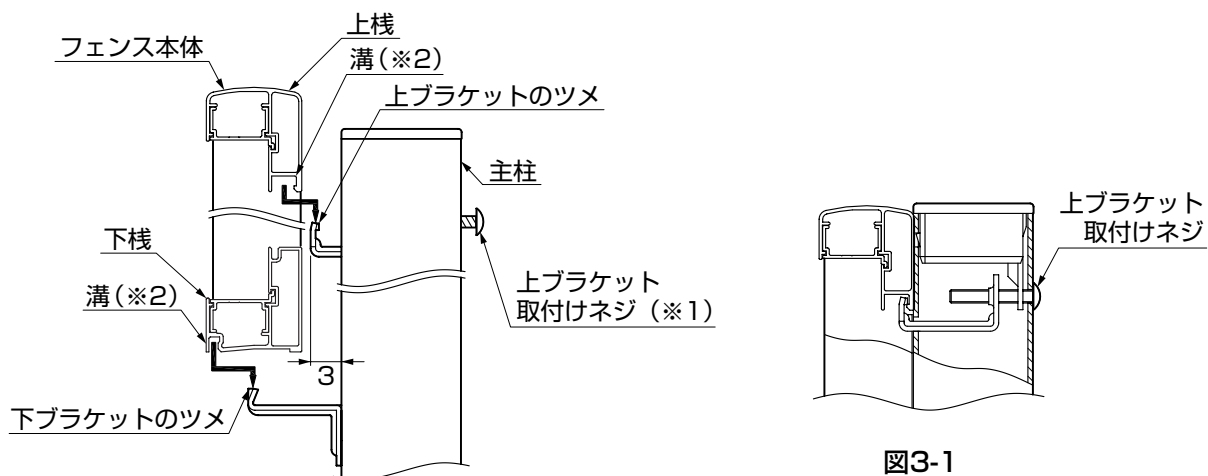

図3-1
- ①上ブラケット取付けネジ (※1) を緩め、上ブラケットを3mm程度出してください。
- ②フェンス本体の上栈、下栈の溝 (※2) に上ブラケット、下ブラケットのツメが入るようにフェンス本体を支柱に取付けてください。
- ③ツメが溝にしっかり入っていることを確認して、上ブラケット取付けネジを締めてください。(図3-1参照)